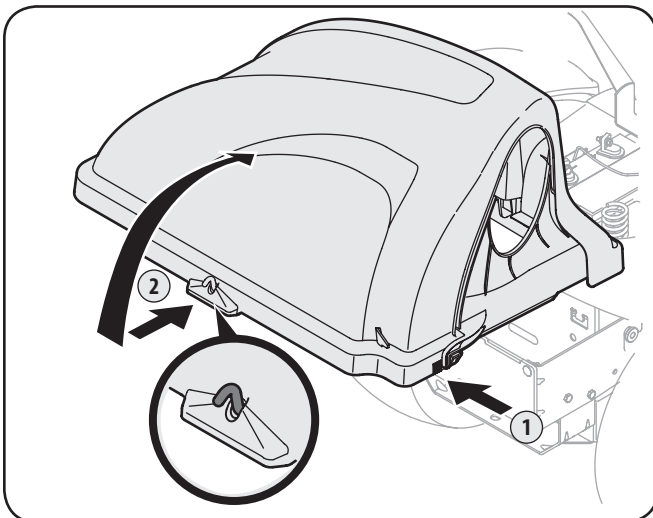

Figura 4-16
- Abra el capó empujando hacia adentro la lengüeta posterior derecha con la mano derecha, como se ve en 1 de la Figura 4-16, y levantando la cubierta con la mano izquierda en el centro de la parte posterior de la cubierta de la embolsadora, 2.